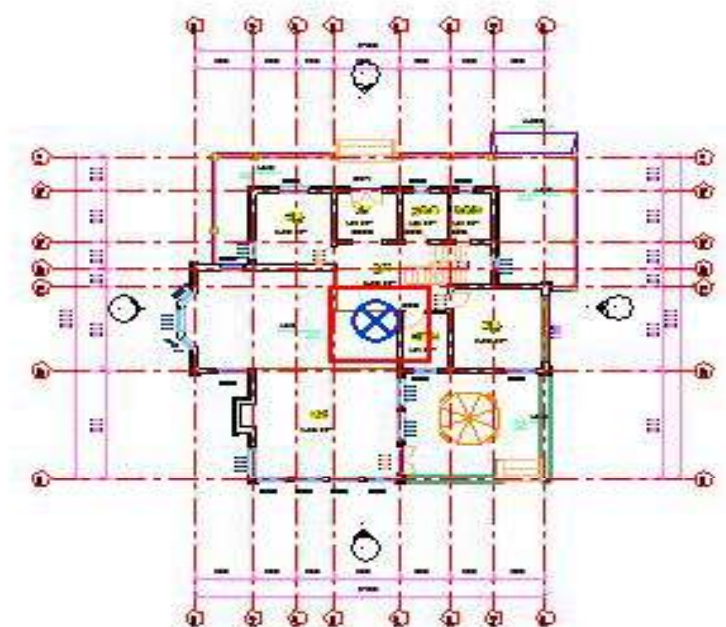

图 1.3-4
**CAD** 底图被导入到 **Revit** 中，点击【视图】选项卡→【可见性/图形】命令，进入【可见性/图形替换】对话框中，展开【场地】列表，勾选【项目基点】，点击确定，绘图区中心出现了一个蓝色的【项目基点】，如图 1.3-4。